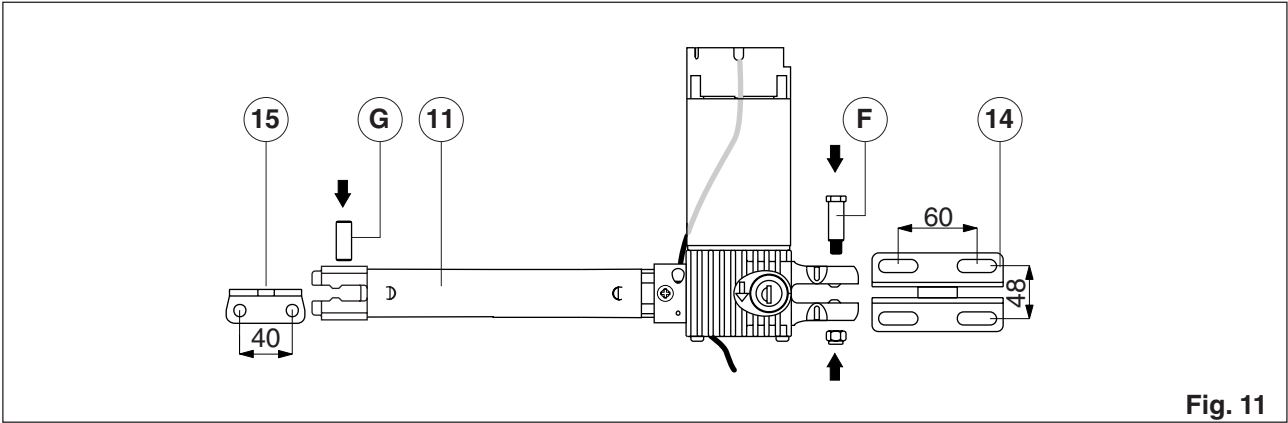

Fig. 11
- 3.5** Fissare il pistone sulla staffa di coda [14] con il perno [F] in dotazione (fig. 11).
- 3.8** Fissare il pistone alla staffa di coda mediante il perno [G] in dotazione (fig. 11). Per un corretto funzionamento i motoriduttori devono essere montati **con il carter motore in alto.**